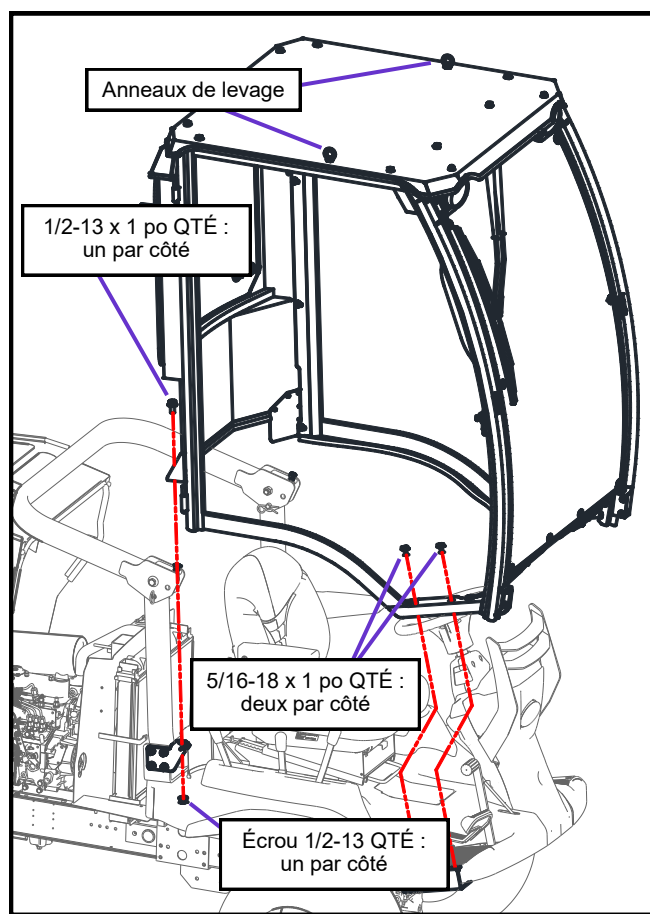

Figure 3.5 : Orientation de la cabine dans le tracteur
- 3.6 Abaissez soigneusement la cabine sur le tracteur, en l'orientant comme à la figure 3.5, jusqu'à ce que les panneaux de plancher se trouvent à environ 1/4 po à 1/2 po au-dessus des montures avant. Assurez-vous que le câble de la cabine au coin avant droit est libre et non pincé sous le panneau de plancher.
- REMARQUE : Si les anneaux de levage (voir la figure 3.5) ont été remplacés par des boulons, remplacez le boulon central sur le toit dans le cadre latéral par les anneaux de levage.